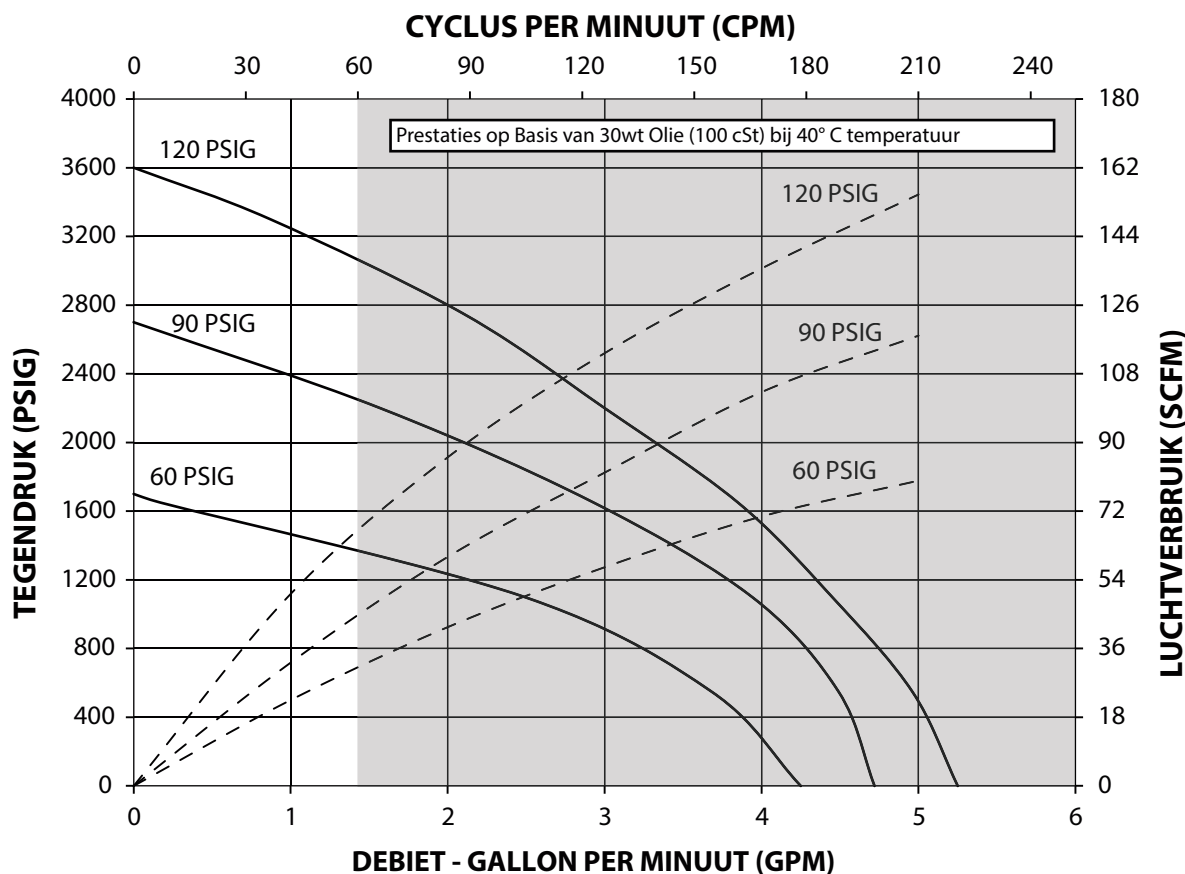

Afbeelding 2
- Schuif met behulp van een e-ringtang de 'e'-ring ver genoeg zodat de mof omhoog komt en de twee connectoren vrijkomen (afbeelding 2).